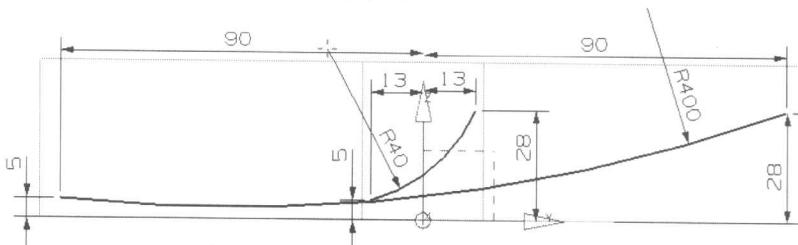

图1-11
3. 在 $yc-zc$ 平面上绘制如图 1-11 所示的草图。